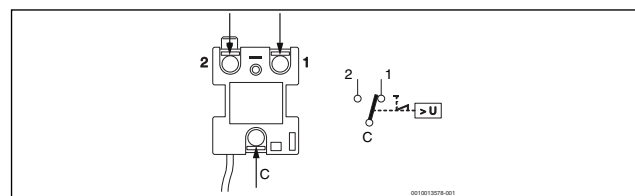

Fig. 1 Raccordement du limiteur de température de sécurité
- ▶ Brancher les fils de l'ancien thermostat sur le nouveau thermostat (→ fig. 1)